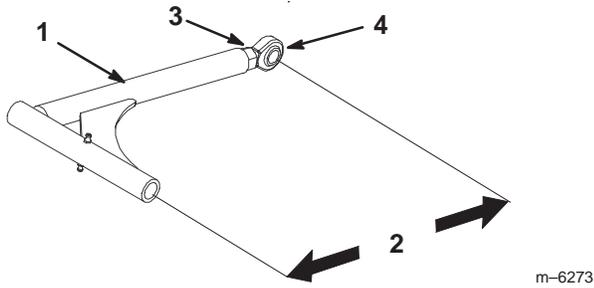

Bild 65
1. Zum Einstellen der Schubarme lockern Sie die Klemmmutter und drehen das Kugelgelenk jeweils um eine Drehung entgegen dem Uhrzeigersinn (Bild 65).
2. Stellen Sie beide Seiten gleich ein. Jeder der Schubarme hat eine Nennlänge von 39 cm (Bild 65).